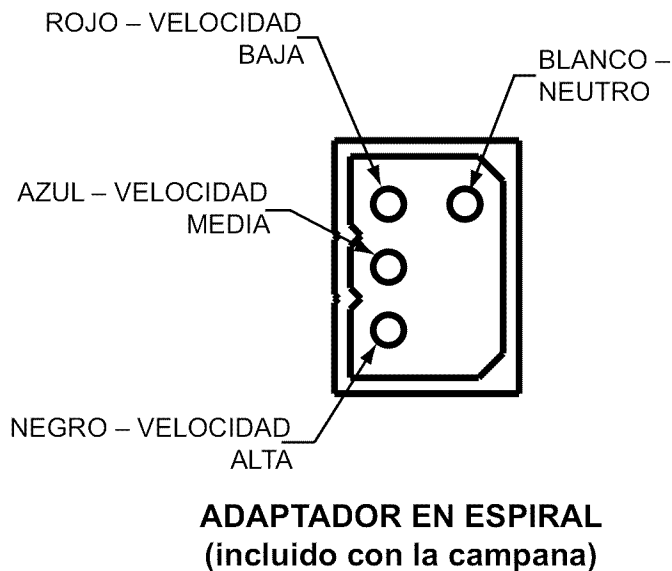

Figura 20: Cableado entre la campana y el ventilador a distancia
7. Enchufe el ventilador a distancia con los cables en espiral (etapa 6), como se muestra en la Figura 20. Enganche el cable (puesta a tierra) del ventilador a distancia al tornillo de puesta a tierra de la caja de empalmes.